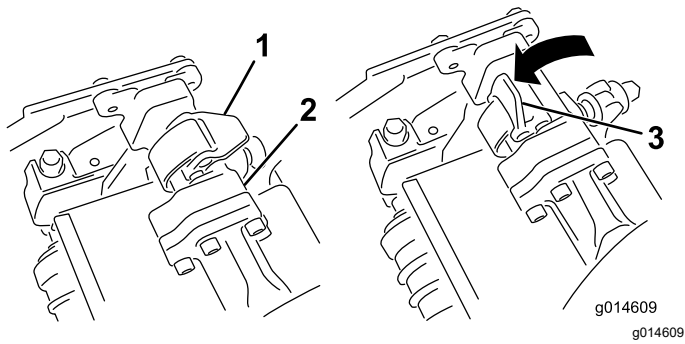
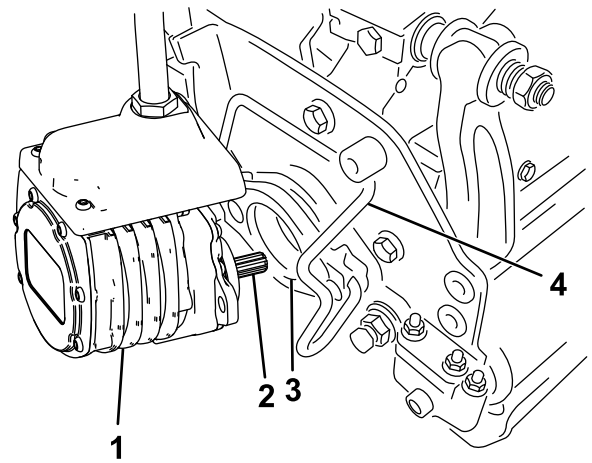

图 56
图 57
4. 当悬挂臂杆上的门锁指向上方即打开时 图 56 向下压悬挂臂使悬挂臂杆与滚刀组上方的支架相契合 图 57。
- 5. 向下并绕着滚刀组横杆关闭门锁将它们锁定到位图 56。
5. 打开您正在拆下的滚刀组悬挂臂上的门锁图 56。